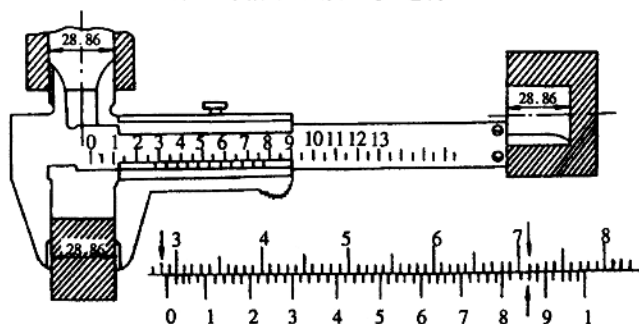

图 1-3 游标卡尺及量值的读数
2. 游标卡尺 (图 1-3): 是一种中等精度的量具,可以直接测量出工件的内外尺寸。